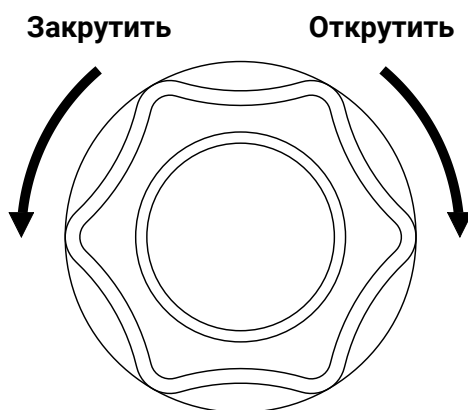

Рис. 13 — Зажимная гайка держателя катушки
- 2 Установить катушку с проволокой и затянуть гайку держателя катушки (Рис. 13);